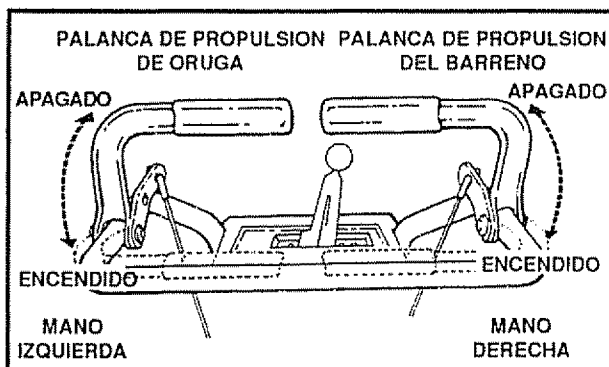

FIG. 11
- Para parar el lanzamiento de nieve, suelte la palanca de propulsión del barreno (Véase Fig. 11).
- Para parar la oruga, suelte la palanca de propulsión de oruga (Véase Fig. 11).
- Enganche la palanca de propulsión de oruga (Véase Fig. 11, mano izquierda). A medida que la removedora de nieve comienza a moverse, mantenga un agarre firme de las manijas, y guíe la removedora de nieve a lo largo del camino a despejar. No intente empujar la removedora de nieve.
- Empuje la palanca de propulsión del barreno hacia abajo (Véase Fig. 11, mano derecha).